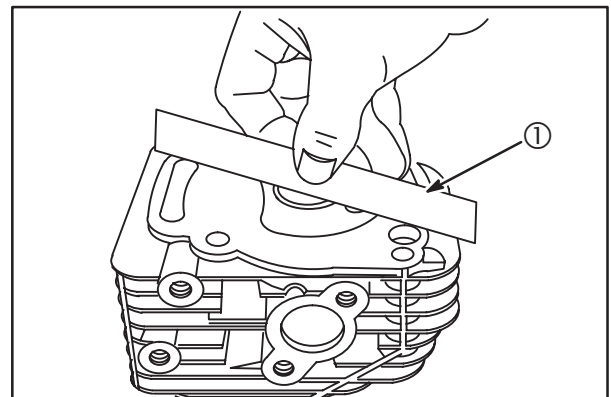

Fig. 9
1. Check cylinder head, Fig. 9.